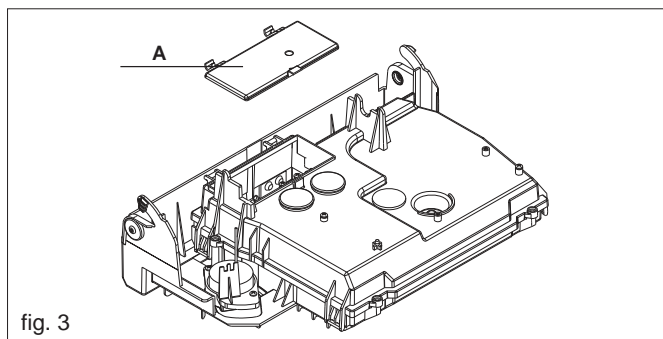

fig. 3
- îndepărtați capacul (A, fig. 3) care face jumperele accesibile